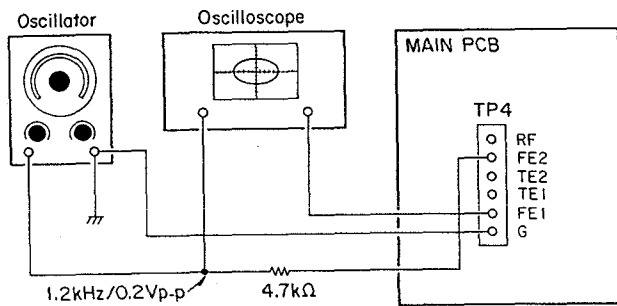

Fig. 4-10
2. Plug into FE2 of TP-4 a 1.2 kHz/200 mV p-p signal coming from external generator via 4.7 kohm resistor (refer to Fig. 4-10).
2. 外部発振器より4.7KΩの抵抗を介して 1.2KHz/200mVP-Pの信号を TP-4 の FE2に inputsする。(図4-10参照)